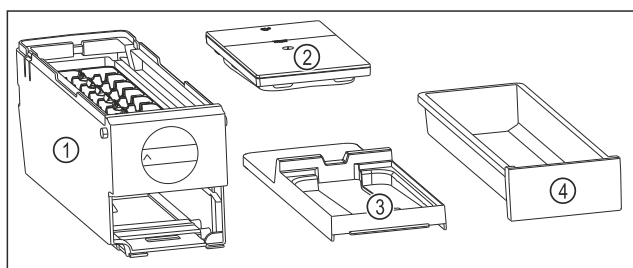

Fig. 119 Beståndsdelar i EasyTwist-Ice
- ▷ EasyTwist-Ice är delad i fyra delar. (se Fig. 119)
- ▶ Ta endast isär EasyTwist-Ice i de avbildade beståndsdelarna. (se Fig. 119)
- ▶ Rengör EasyTwist-Ice-enheten Fig. 119 (1) i sin helhet.